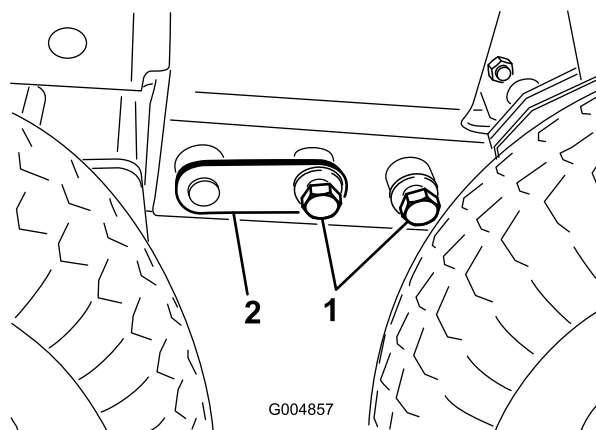

Figura 50
10. Ajuste el gato de suelo según sea necesario para instalar los pernos (3/4 pulgada) en cada lado (Figura 50). Apriete los pernos a 359 N-m (265 pies-libra).